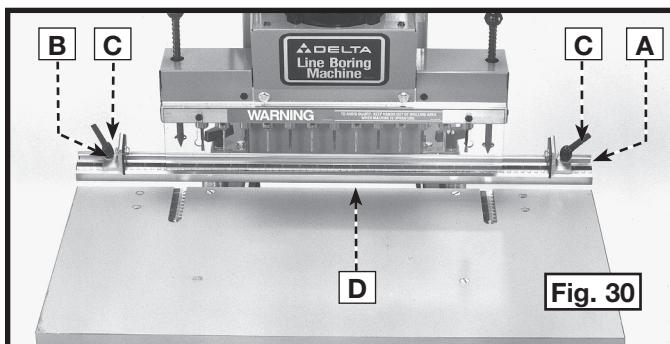

Fig. 30
Su mandrinadora viene con dos topes de guía - uno derecho (A) Fig. 30 y uno izquierdo (B). El guía cuenta con una escala (D) con una marca "0" en el centro. El guía se extiende 381 mm (15 pulg.) a la izquierda y a la derecha. Los topes (A) y (B) pueden desplazarse a cualquier lugar a lo largo del guía; tan sólo afloje las manijas de bloqueo (C), mueva los topes (A) y (B) y ajuste las manijas de bloqueo (C).
NOTA: Las manijas de bloqueo (C) Fig. 30 son accionadas por resorte. Pueden ser reposicionados tan solo tirando de la manija y desplazando el centro de la misma en la tuerca ubicada debajo del cubo.